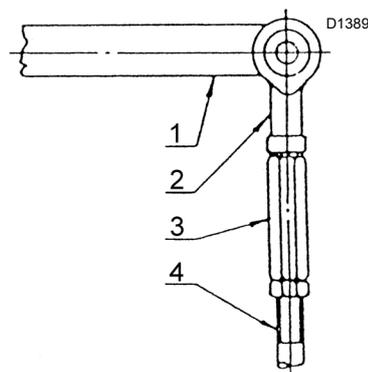

Abb. 14
- das Gelenk 2) (Abb. 14) des Hebel 1) lösen;